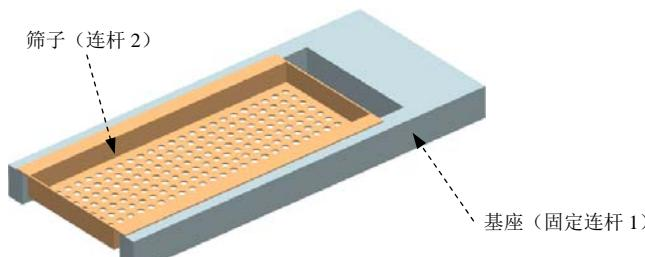

图 7.3.23 机构模型
下面举例说明随机数字驱动的应用。在图 7.3.23 所示的机构中，电动筛在基座上进行振动，此时可以使用随机数字工具创建一个 AFU 表格驱动机构中的滑动副进行运动，以达到振动仿真目的。
Step5. 定义固定连杆 1。选择下拉菜单 **插入(S)** → **链接(L)...** 命令，系统弹出“连杆”对话框；选取图 7.3.23 所示的基座为固定连杆 1；在 **质量属性选项** 下拉列表中选择 **自动** 选项；在 **设置** 区域中选中  **固定连杆** 复选框；在 **名称** 文本框中采用默认的连杆名称“L001”；单击 **应用** 按钮，完成固定连杆 1 的定义。
Step6. 定义连杆 2。选取图 7.3.23 所示的筛子为连杆 2；在 **质量属性选项** 下拉列表中选择 **自动** 选项；在 **设置** 区域中取消选中  **固定连杆** 复选框；在 **名称** 文本框中采用默认的连杆名称“L002”；单击 **确定** 按钮，完成连杆 2 的定义。